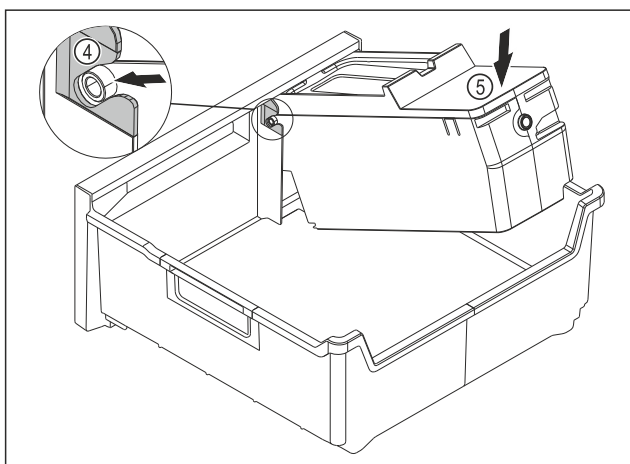

Fig. 109
- Az EasyTwist-Ice egység testének szerelése: Tolja be az EasyTwist-Ice egység testének tengelyeit a vezetől-emekbe Fig. 109 (4).
- Nyomja le az EasyTwist-Ice egység testének Fig. 109 (5) hátsó részét.